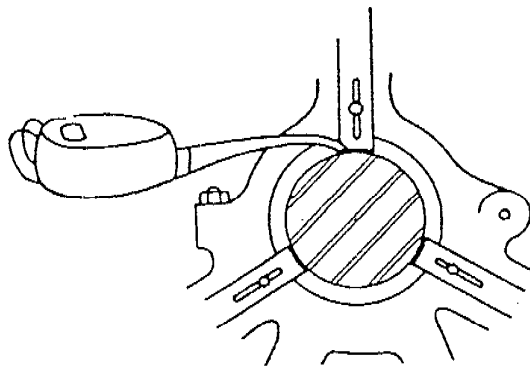

Figura 4
- c. Lubrique la superficie del material en contacto con las puntas de la luneta (Figura 4).